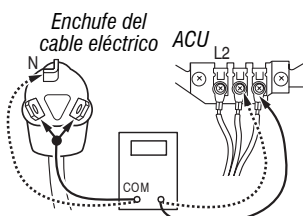

Figura 3b: Conexiones entre enchufe y terminal para la secadora eléctrica
7. Verifique la continuidad entre el terminal neutro (N) del enchufe y J8-3 (cable blanco) en el ACU.
8. Con un ohmímetro, compruebe qué terminal del enchufe está conectada al contacto ubicado en el extremo derecho del bloque de terminales y anótelos. Esto será L2 (cable rojo) en el diagrama de cableado. Vea la Figura 3b.